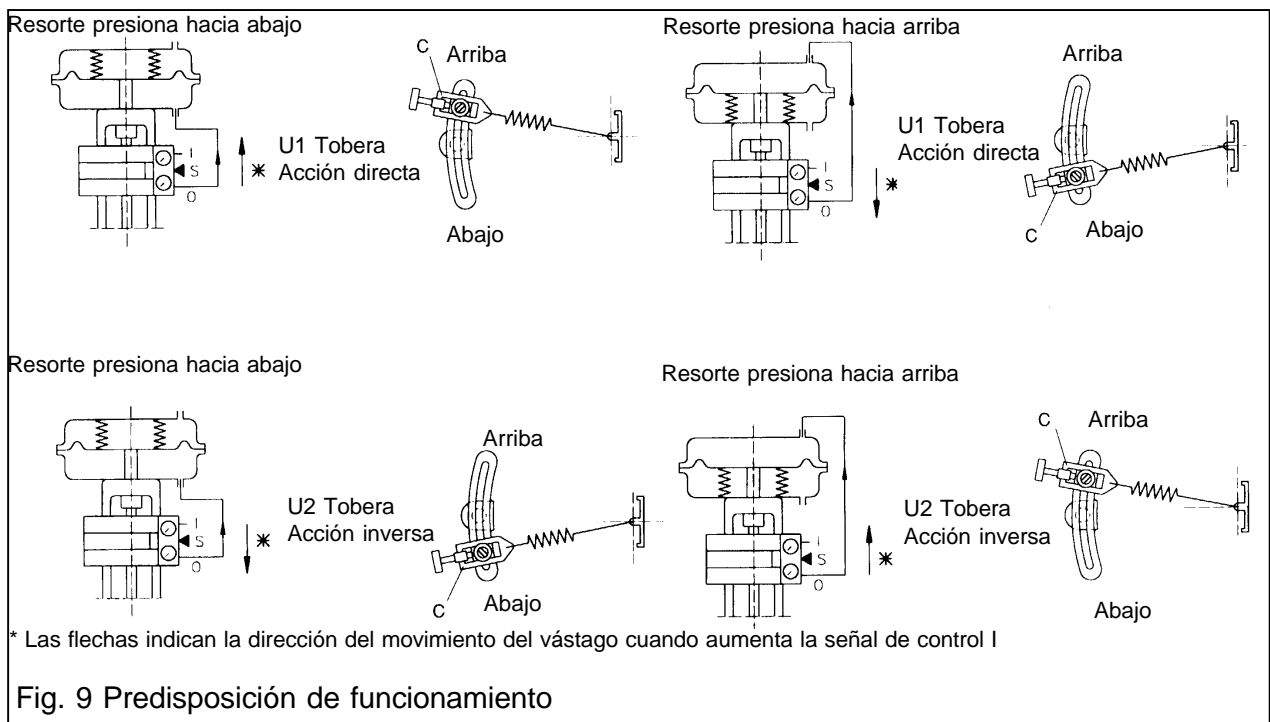

Fig. 9 Predisposición de funcionamiento
E – PREAJUSTE DE FUNCIONAMIENTO (fig. 9)
Refiriéndonos a la fig. 9, desplace el deslizador (C) a lo largo de la guía de deslizamiento de acuerdo con las características de la válvula y la acción requerida. Tenga en cuenta que el deslizador (C) se posicionará hacia el centro para válvulas de carrera larga y apartado de este para válvulas de carrera corta. Para evitar la deformación del muelle de reacción, comience las operaciones de ajuste posicionando el deslizador (C) cerca del centro de rotación y moviéndolo solo, separándolo gradualmente del centro, mientras lleve a cabo el ajuste.